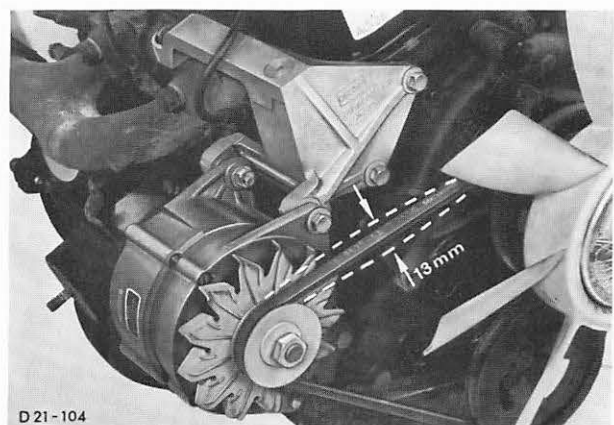

Abb. 213 Keilriemen – Lichtmaschine spannen
20. Lichtmaschine komplett mit Halter, Abb. 213, montieren und Kabel-Lichtmaschine anschließen. Keilriemen auflegen und so spannen, daß das Gesamtspiel zwischen Lichtmaschine und Lüfter 13 mm beträgt.